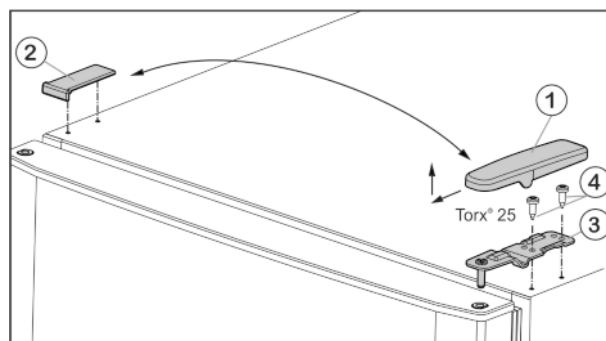
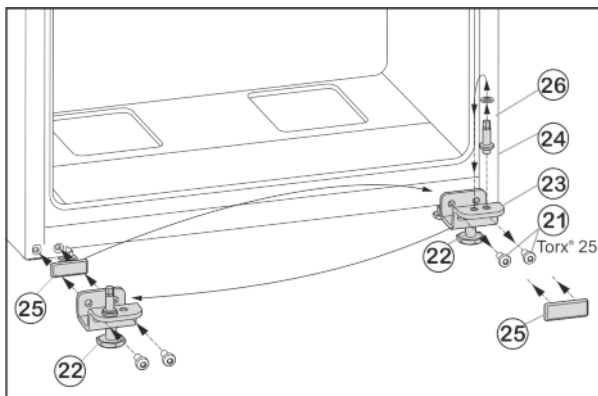

Fig. 5
Fig. 7
- ▶ Trageți capacul Fig. 5 (1) în față și în sus.
- ▶ Ridicați capacul Fig. 5 (2).
- ▶ Deșurubați suportul superior al lagărului Fig. 5 (3) (2 șuruburi Torx® 25) Fig. 5 (4) și trageți-l în sus.
- ▶ Deșurubați șuruburile de fixare Fig. 7 (21).
- ▶ Scoateți suportul lagărului inferior Fig. 7 (23) complet cu bolțul suportului Fig. 7 (24), șaiba Fig. 7 (26) și piciorul reglabil Fig. 7 (22).
- ▶ Deșurubați bolțul suportului Fig. 7 (24) complet cu șaiba Fig. 7 (26), montați-o invers în orificiul de preluare a suportului lagărului și strângeți din nou ferm.
- ▶ Scoateți cu precauție placa de mascare Fig. 7 (25) și instalați-o pe partea opusă.
- ▶ Înșurubați din nou ferm suportul lagărului inferior Fig. 7 (23) complet cu bolțul suportului Fig. 7 (24), șaiba Fig. 7 (26) și piciorul reglabil Fig. 7 (22) pe noua parte a șarnierei, după caz cu ajutorul unei mașini de înșurubat (cu 4 Nm).
- ▶ Așezați ușa inferioară de sus pe bolțul lagărului Fig. 7 (24).
- ▶ Introduceți bolțul central al suportului (13) rotit cu 180° în ușa inferioară și înșurubați-l ferm cu șuruburile de fixare (11) (2 x Torx® 25) pe noua parte a șarnierei (cu 4 Nm).
- ▶ Așezați la loc șaiba din plastic (10).
- ▶ Așezați ușa superioară pe bolțul central al suportului (13).
- ▶ Introduceți în ușa suportul de lagăr superior Fig. 5 (3), pe noua latură a balamalei.
- ▶ Înșurubați ferm (cu 4 Nm) suportul superior al lagărului (2 x Torx® 25) Fig. 5 (4). Eventual folosiți o mașină de înșurubat cu acumulatori.
- ▶ Aplicați din exterior și cuplați capacul Fig. 5 (1) pe partea opusă.
- ▶ Aplicați de sus și cuplați capacul Fig. 5 (2) de fiecare dată pe partea opusă.
- ▶ Deșurubați piciorul reglabil Fig. 7 (22) de la suportul lagărului inferior Fig. 7 (23), până când acesta se așează pe sol.